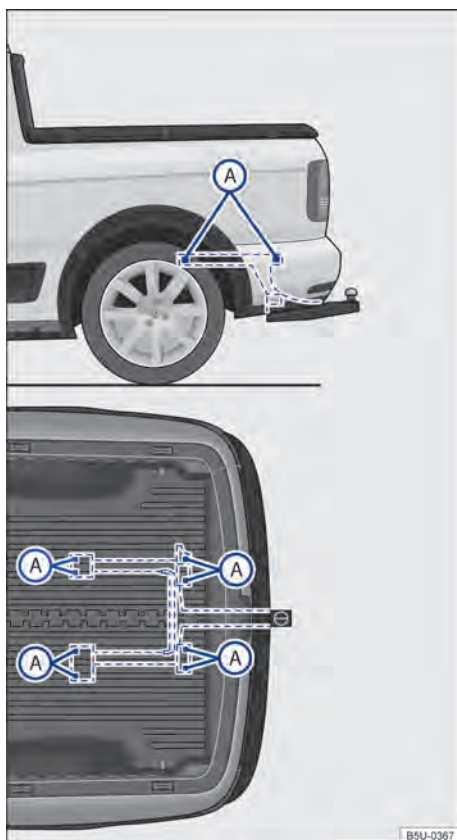

Fig. 167 Pontos de fixação para instalar um dispositivo de reboque posteriormente.
A figura → Fig. 167 ilustra, como exemplo, o ponto de fixação para instalar um dispositivo de reboque do modelo Nova Saveiro.
A montagem posterior de um dispositivo de reboque deverá ser efetuada de acordo com as instruções do respectivo fabricante do engate, sempre respeitando os pontos de fixação indicados na → Fig. 167 (A).